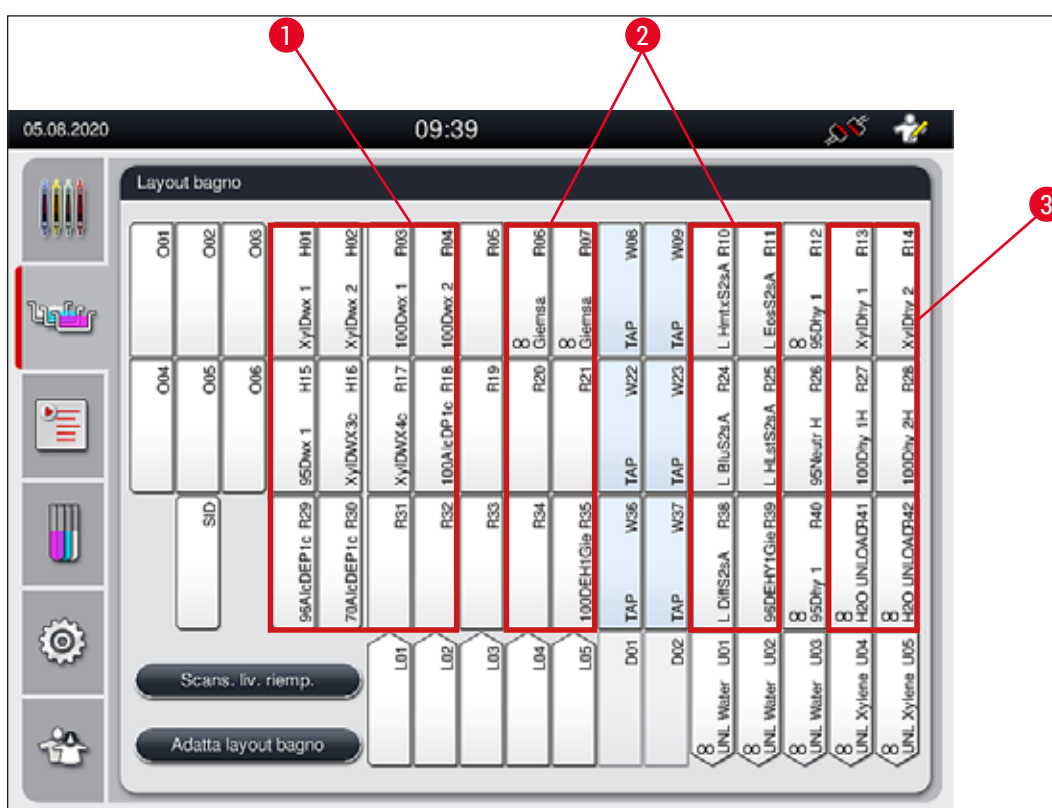

Fig. 40
- I reagenti di colorazione che richiedono un passaggio successivo nell'acqua corrente, sono posizionati vicino alle cuvette per acqua corrente (→ "Fig. 40").